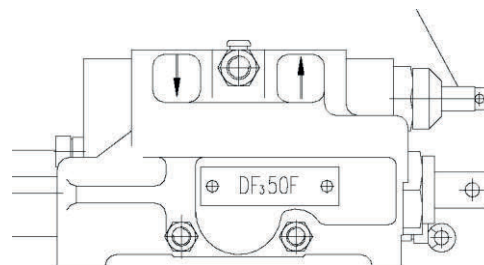

Рис. 2-69. Винт переключения режимов комбинированного клапана
- Два гидравлических выходных клапана на многоходовом распределителе оснащены винтом «Е», который служит для переключения между односторонним и двусторонним действием. Располагается под правым задним углом кабины. См. рис. 2-69.